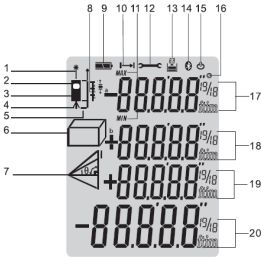
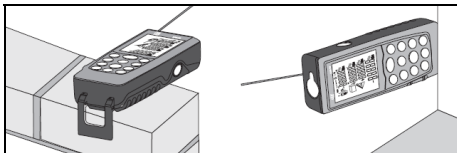
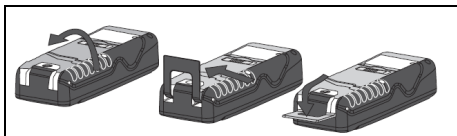

Fig. 2: Descrição dos símbolos do display
Fig. 3: Medição da distância nos lados e cantos
Fig. 4: Abertura do suporte para a medição em ângulos
- **Tripé** → (ver Fig. 2 – Pos. 4) Manter pressionado o botão  durante 2s. A medição é efetuada pelo orifício de inserção do tripé.
- **Instrumento + suporte de abrir** → O instrumento está equipado com um suporte de abrir para apoiar comodamente a unidade em superfícies planas (ver Fig. 3). Com o suporte na posição 90°, movê-lo delicadamente para a direita e abri-lo completamente (ver Fig. 4). Nesta posição, apoiando o instrumento num ângulo ou degrau, ele é configurado automaticamente com o nível mostrado na Fig. 2 – Pos. 5). Movê-lo delicadamente para a direita e rodar o suporte para voltar a fechá-lo no instrumento